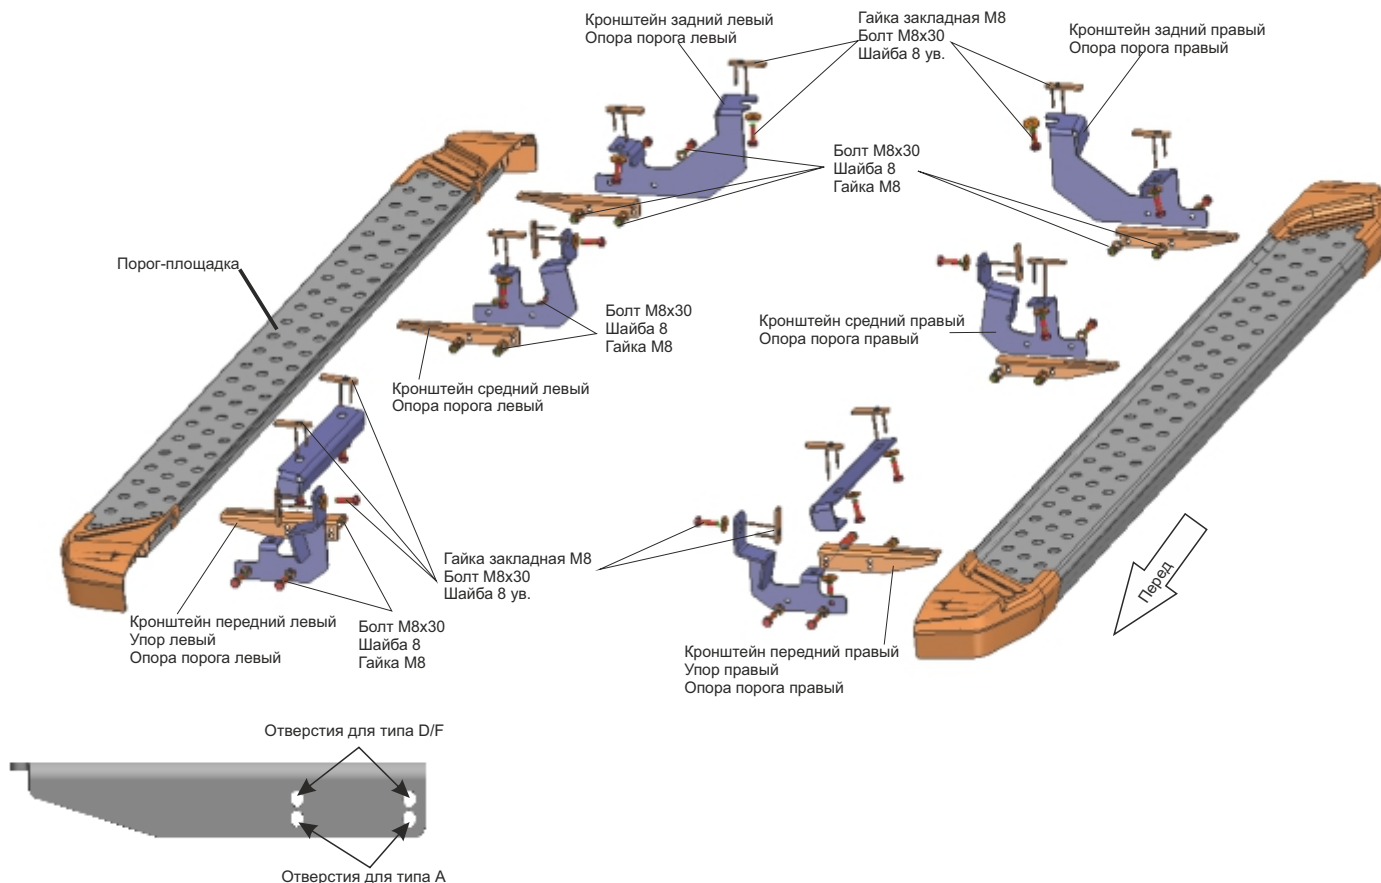

Рис. 1
7. Скрепить между собой опоры порога и кронштейны болтами М8х30 с шайбами 8 и гайками М8. (Рис.1, Рис. 12)